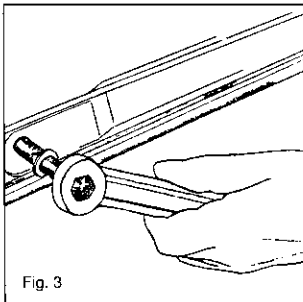

Fig. 3
4. Retirez les 4 boulons de fixation des traverses à l'aide de la clé fournie avec l'appareil. Fig. 3.